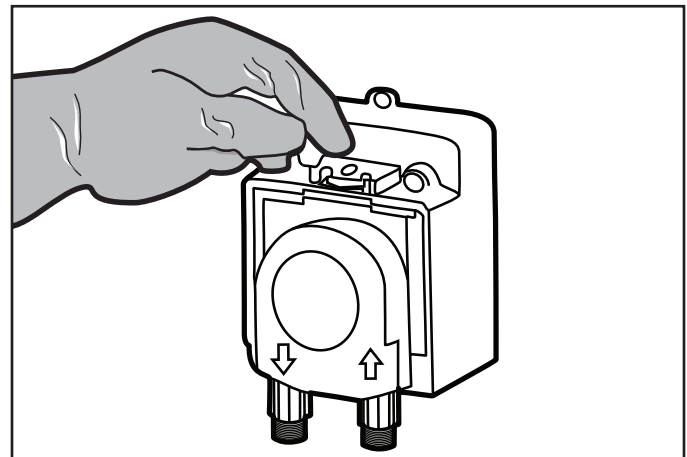

Figura 17. Destrabe el pestillo de la tapa
2. Extraiga el tornillo de seguridad Phillips del pestillo. Deslice la lengüeta vertical 180 grados de izquierda a derecha para destrabar el pestillo de la tapa. Consulte la Figura 17.